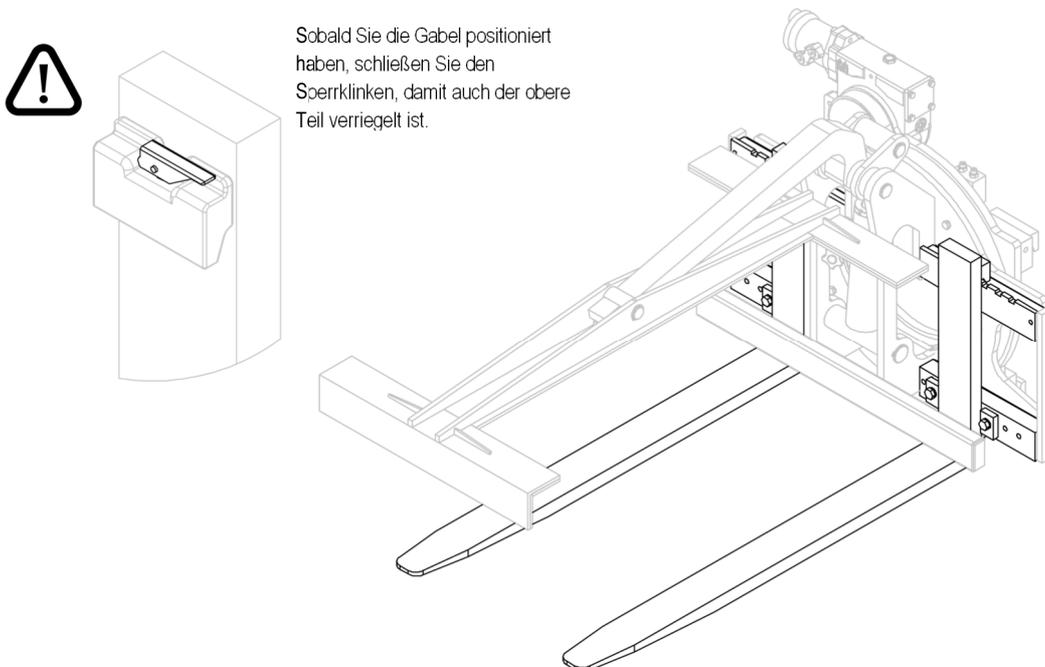

Abbildung 12
2. Die Gabelklemmen wieder einschrauben (siehe *Abbildung 12*).